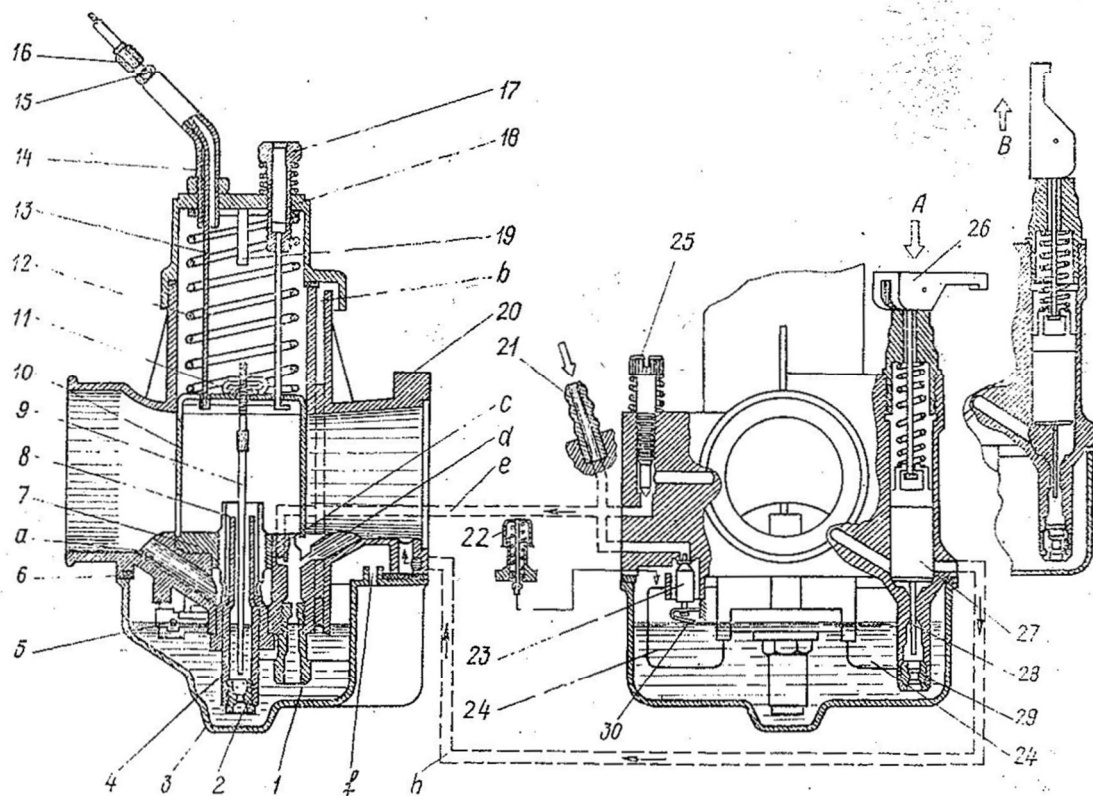

Рис. 9. Схема карбюратора:
**Карбюраторы.** Двигатель мотоцикла имеет два взаимозаменяемых карбюратора. Схема карбюратора представлена на рис. 9.